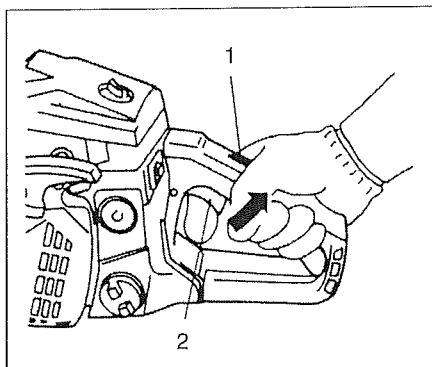

Fig.2-4B
4. When you hear the engine want to start, with the safety trigger (1) pressed pull throttle trigger (2). This will release the throttle from starting position to run position and will return the choke knob to run position automatically. (Fig. 2-4B)
4. Lorsque vous entendez que le moteur va démarrer, presser la commande des gaz (2) avec la gâchette de sécurité enfoncée (1). Ceci permettra de déverrouiller le papillon du carburateur et de le faire passer de la position démarrage à la position de fonctionnement normal et de ramener automatiquement le bouton du starter à sa position de fonctionnement normal. (Fig. 2-4B)
4. Ai primi scoppi del motore, con il comando di sicurezza (1) premuto, tirare il comando del gas (2). Questo riporta la farfalla dalla posizione di avviamento nella posizione di marcia e riporta il pomello di controllo della valvola dell'aria nella posizione di marcia automaticamente. (Fig. 2-4B)
- Wenn der Motor hörbar zündet, bei gedrücktem Sicherheitshebel (1) den Gashebel (2) betätigen. Die Drosselklappe wird dabei aus der Anlassstellung gelöst und kehrt zusammen mit dem Choke zur Laufstellung zurück. (Fig. 2-4B)
- Cuando usted escucha el sonido del motor que quiere arrancarse, con el activador de seguridad (1) apretado tirando el activador de extrangulación (2). Esto soltará el regulador de extrangulación de la posición de arranque a la posición de operación, y regresará la perilla de estrangulador a la posición de arranque automáticamente. (Fig. 2-4B)
- När Du hör att motorn håller på att startas, skall Du hålla gasspärren (1) intryckt och trycka in gasreglaget (2). Detta kommer automatiskt att frigöra gasspjället från startläget till funktionsläget, och att återföra chokeknappen till funktionsläge. (Fig. 2-4B)